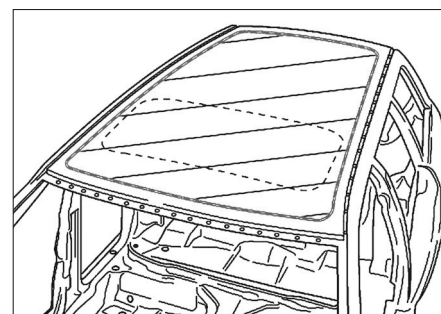

FIG. 29
- Effectuer une découpe grossière du pavillon (Fig.29).